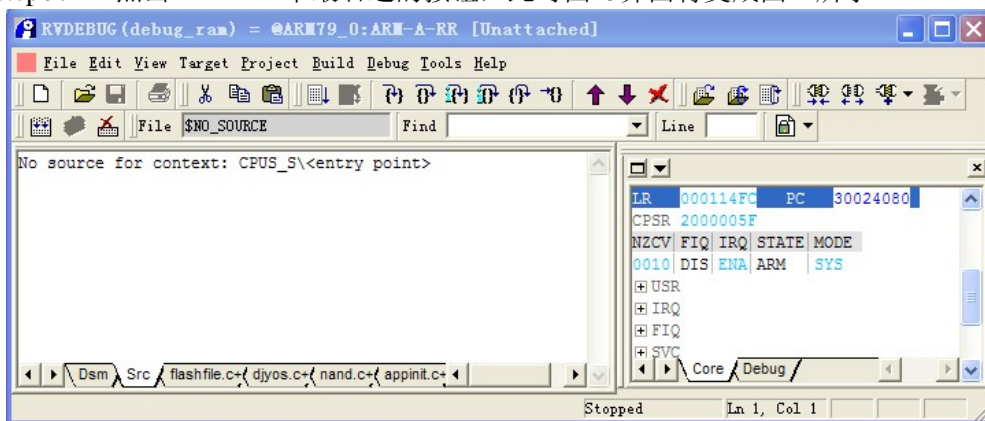

图 4
step6、 点击 中最右边的按钮，此时图 3界面将变成图 4所示